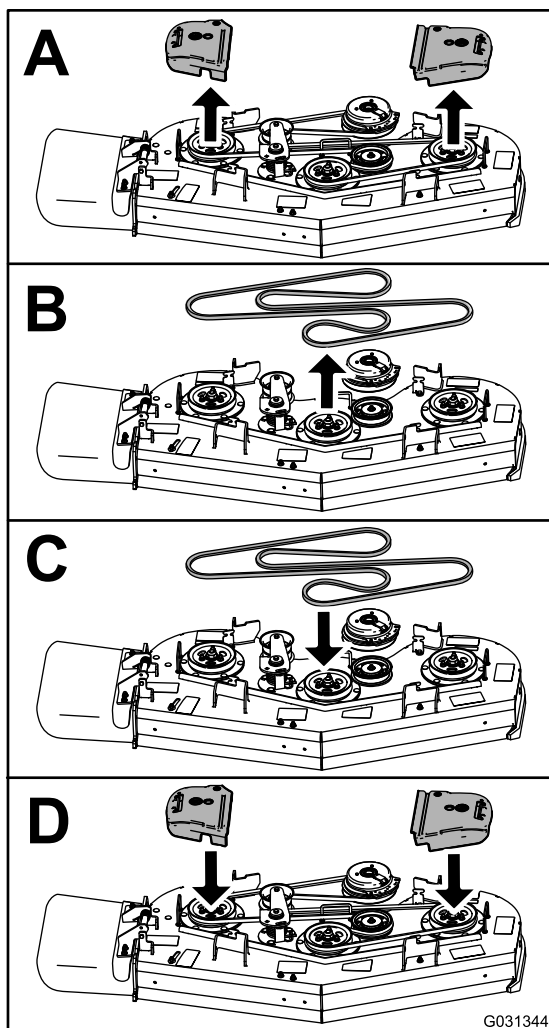

Figure 65
3. Remplacez la courroie comme montré à la Figure 65.